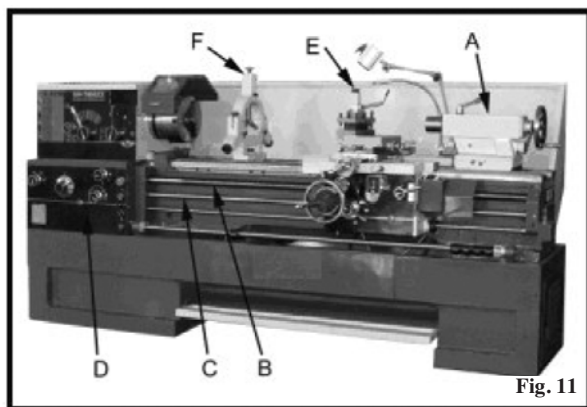

Fig. 11
**Pinoldok.** Pinoldokken (A, Fig. 11) kører på en v-formet føring og kan låses i enhver position vha. en fastspændingsarm. Pinoldokken er udstyret med et slidstærkt pinolrør med morsekonus #4 eller morsekonus #5 (18"-modeller).
**Ledeskrue og trækspindel** Ledeskruen (B, Fig. 11) og trækspindlen (C, Fig. 11) er monteret forrest på maskinens sokkel. De er forbundet til gearkassen i venstre side og understøttes af lejer i begge ender. De er begge udstyret med springbolte.
**Fremføringsgearkasse.** Gearkassen (D, Fig. 11) er fremstillet af højkvalitetsstøbejern og er monteret i venstre side på maskinens sokkel.
**Fast brille.** Den faste brille (F, Fig. 11) fungerer som støtte for stænger i frirummet i enden med pinoldokken. Den faste brille er monteret på vangen og er fastgjort nede fra med en bolt, en møtrik og en sikringsplade. Glidestifterne skal smøres kontinuerligt ved kontaktpunkterne til arbejdsområdet for at undgå for tidlig opslidning.
Den medfølgende brille (E, Fig. 11) er monteret på slæden og følger drejestålets bevægelser. Brillen er kun udstyret med to glidestifter, da drejestålet fungerer som den tredje. Den medfølgende brille bruges til drejning af lange, tynde arbejdsstykker. Den forhindrer arbejdsområdet i at bøjes af kraftpåvirkningen fra skæreværktøjet.